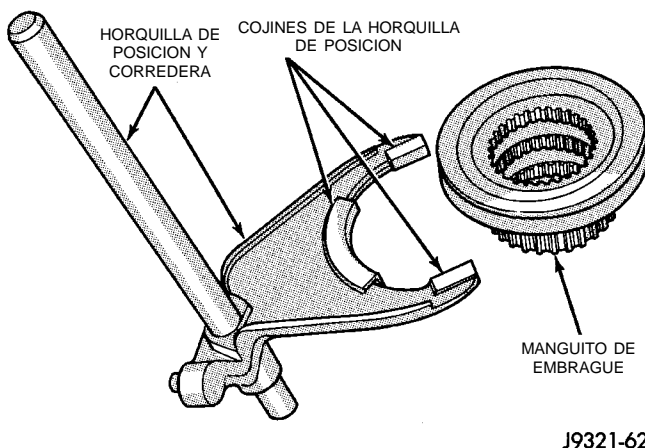

Fig. 61 Ensamblaje de la horquilla de posiciones y el manguito de embrague
- (3) Instale cojines nuevos en la horquilla de posición (Fig. 61), si fuera necesario.
- (4) Instale el manguito de embrague en la horquilla de posición (Fig. 61).